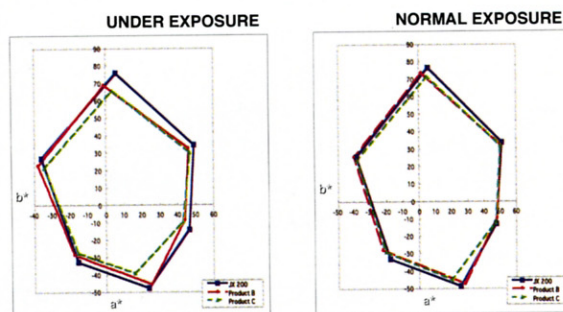

Fig.3 Higher Than Nominal Speed Makes Fewer Mistakes
- (2) 競合他社が既に ISO 200 感材を主力製品として市場展開している状況より競合品に対し明らかな商品訴求点の付与を図った。その結果競合品に対し Fig.3、4 に示すような色再現性、蛍光灯適性において明らかな差別化特性を達成した。